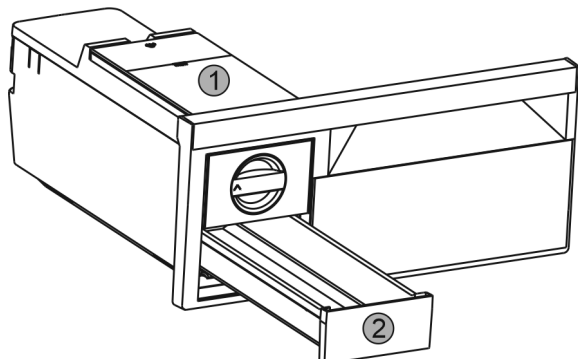

Fig. 46
- ▶ Scoateți rezervorul de apă Fig. 46 (1) și sertarul de cuburi de gheață Fig. 46 (2).